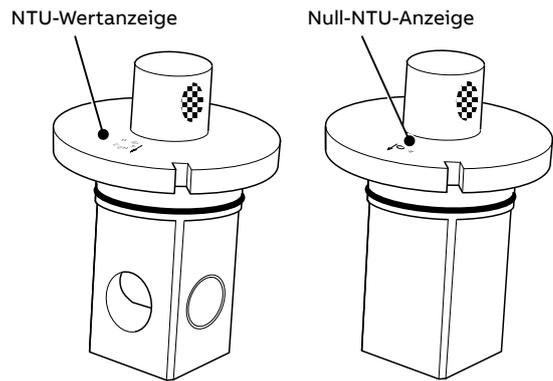
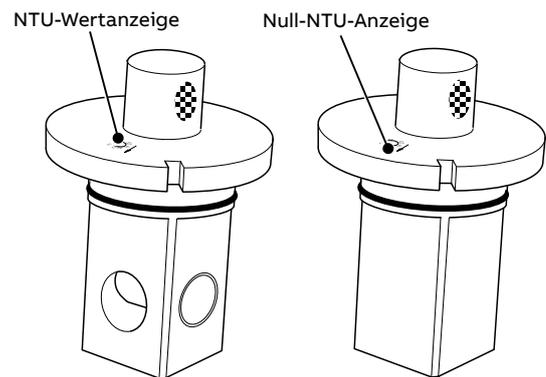
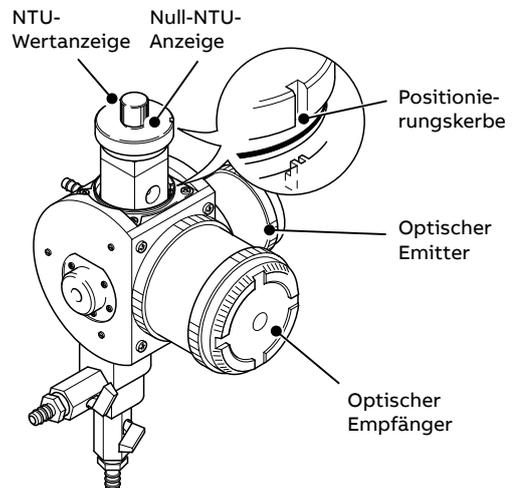

Abbildung 9 Trockenkalibrierungsstandard für Sensoren im unteren Messbereich
Abbildung 10 Trockenkalibrierungsstandard für Sensoren im oberen Messbereich
Abbildung 11 Einsetzen des Trockenstandards
- 9 Setzen Sie den Trockenkalibrierungsstandard so ein, dass die Angabe des NTU-Nullwerts (siehe Abb. Abbildung 9 oder Abbildung 10) zum Empfänger ausgerichtet ist und die Positionierungskerbe richtig einrastet. Siehe Abbildung 11.
- 11 Entfernen Sie den Trockenstandard, drehen Sie ihn um 180° und setzen Sie ihn wieder ein. Achten Sie dabei darauf, dass die Angabe des NTU-Werts (siehe Abb. Abbildung 9 oder Abbildung 10) zum Empfänger ausgerichtet ist und die Positionierungskerbe richtig einrastet. Siehe Abbildung 11.